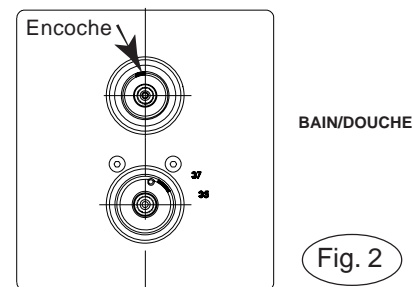
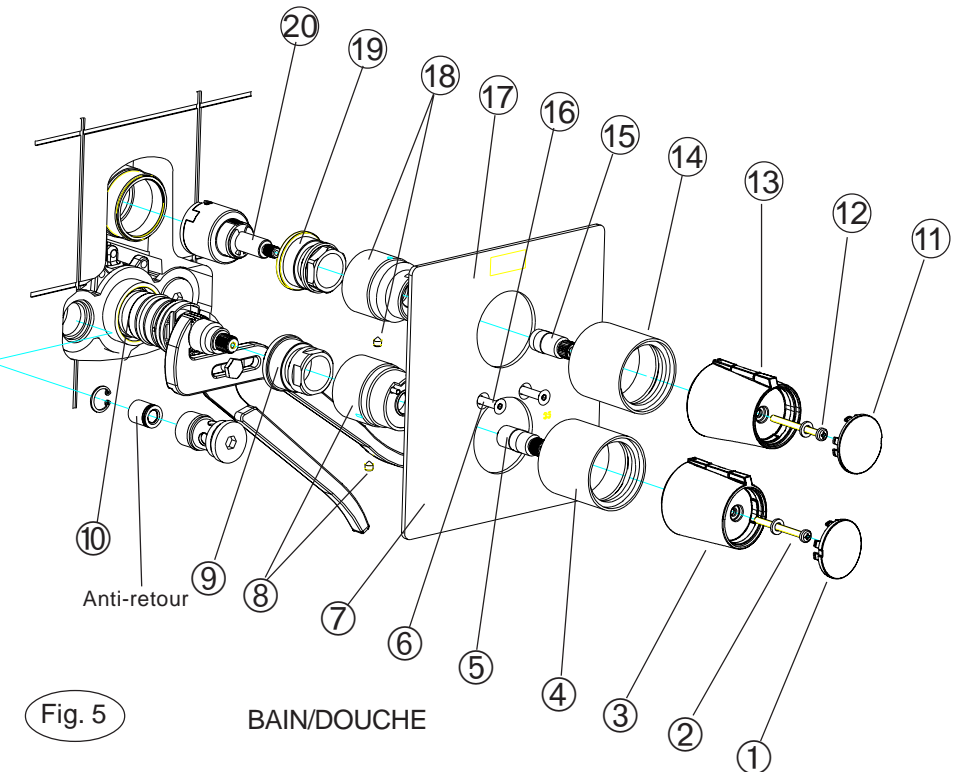

Fig. 2
Fig. 5
- démonter la cartouche en procédant de 1 à 10 suivant la fig. 5
- disposer 8 de la fig. 5 suivant les fig. 2 ou 3 et serrer la vis
**Clapets anti-retour :** un corps étranger peut empêcher la fermeture d'un des clapets anti-retour (voir fig. 5 ou 6) provoquant une intercommunication d'eau chaude ou d'eau froide au niveau de l'installation. Dans ce cas, démonter l'anti-retour suivant la fig. 5 ou 6 et le nettoyer. Au remontage, veiller à ce que le clapet anti-retour s'ouvre dans le sens de l'écoulement.
- démonter la cartouche en procédant de 11 à 20 suivant la fig. 5
- disposer 18, orienter l'encoche suivant fig. 2 et serrer la vis
Close off water supply and open water flow. Remove cartridge following steps 1 to 10 as shown in Figure 5.
- Position on part 8 of the Fig. 5 as Fig. 1 or 3 shows and tighten the screw
**Check valve:** Debris can prevent one of the check valves from closing, and therefore cause hot water to enter the cold water supply tube and vice versa. In this case, remove check valve as shown in Fig.5 or 6 and clean. When reassembling, ensure that the opening is in the same direction as the water flow.
- Remove cartridge, following steps 11 to 20 as shown in Fig. 5